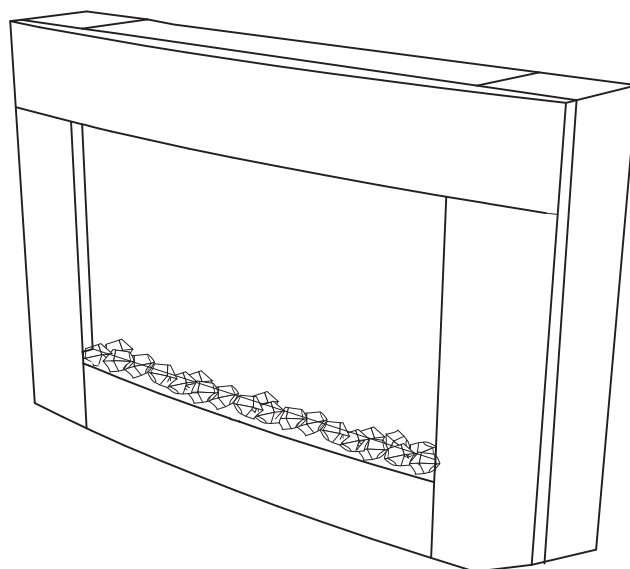

Figure 1
AVERTISSEMENT: Les registres (voir la figure 1 à la page 6) du foyer électrique ne doivent jamais être bloqués afin d'éviter tout risque d'incendie.
- 3 Versez les cristaux sur le lit de braises le long du verre réfléchissant. Voir la Figure 1.